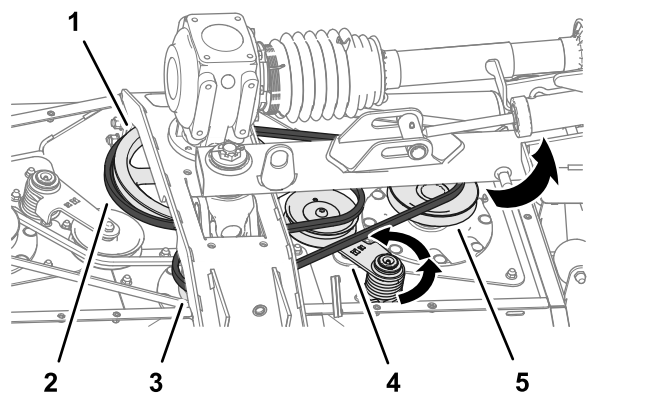

Figure 65
3. Déchaussez la grande courroie de la poulie d'entraînement, la poulie d'axe central et la poulie d'axe droit (Figure 65).
2. Au moyen d'une poignée articulée ou d'un outil similaire, faites tourner le tendeur de la grande courroie dans le sens antihoraire et déchaussez la courroie de la poulie de tendeur (Figure 65).